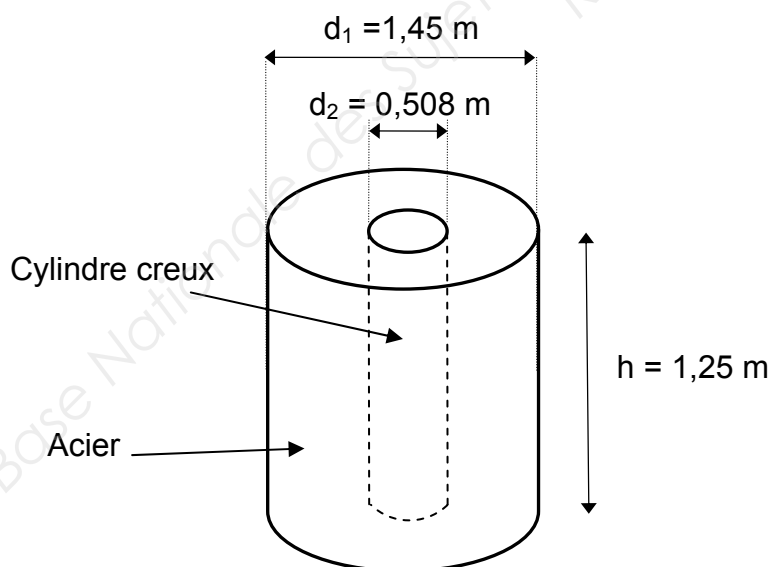

Figure 1 : aspect et caractéristiques des bobines stockées dans l'usine.
Cet acier est livré aux constructeurs automobiles sous forme de bobine dont les caractéristiques sont données sur la figure 1.
1.2. Calculer le volume d'acier  $V_{\text{acier}}$  présent dans une bobine dont les dimensions sont données sur la figure 1.